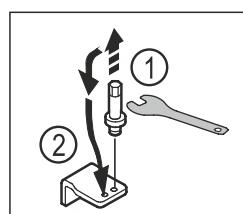

Fig. 21
- Отвийте болта на долната лагерна стойка с външен шесткантов ключ SW5. Fig. 21 (1)
- ▶ Поставете болта от другата страна. Fig. 21 (2)